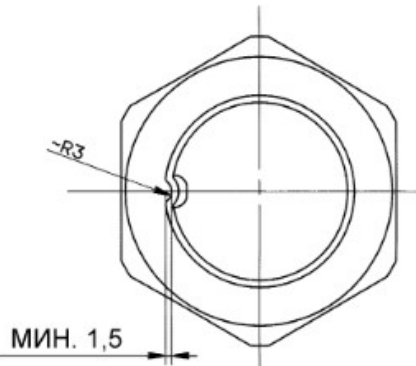

Рис. 6.21. Фиксация стопорной гайки
11. Выполнить протяжку гаек рулевых наконечников с моментом $6..8 \text{ кгс*м}$ и гайки крепления сошки с моментом $31,6...33,7 \text{ кгс*м}$. Закернить стопорную гайку, как показано на Рис. 6.21.